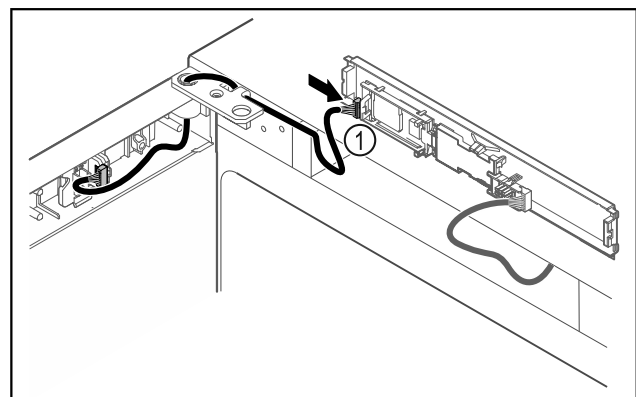

Fig. 46
- Stekker Fig. 46 (1) in printplaat steken.